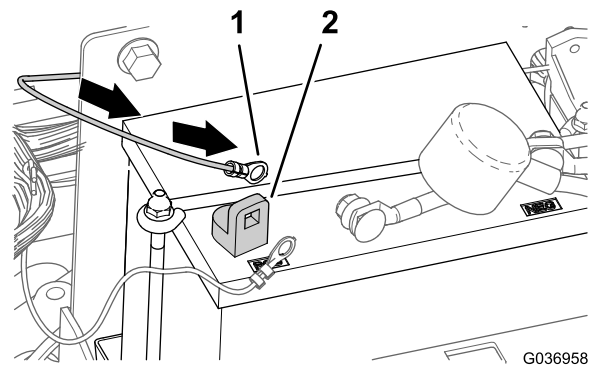

Figure 27
2. Acheminez la branche du faisceau munie de la cosse à anneau jusqu'à la borne positive de la batterie (Figure 27).